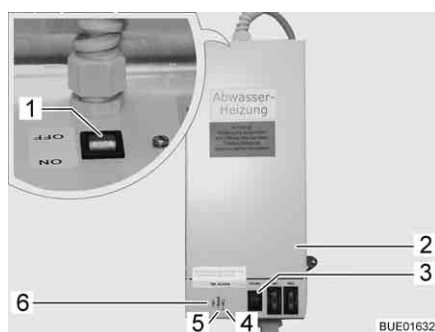

Bild 255 Transformator med regulator
Transformatorn 230 V AC/12 V DC (Bild 255,2) är beroende på modell monterad i klädskalet eller i den främre bänken på sittgruppen.
- Kontrolllampan (Bild 255,5) lyser grönt: Regulator aktiv.
- Kontrolllamporna (Bild 255,4 och 6) lyser rött: Avloppsledningarna värms upp.
I huset sitter en återfjädrande kontrollknapp (Bild 255,3) med vilken regulatorn kan tas i drift under en kort tid. Genom att trycka på den återfjädrande kontrollknappen låter sig uppvärmningen testas, även när omgivningstemperaturen ligger över 5 °C.
- Ställ brytaren (Bild 255,1) på transformatorn (Bild 255,2) på "ON".
- Ställ brytaren (Bild 255,1) på transformatorn (Bild 255,2) på "OFF".